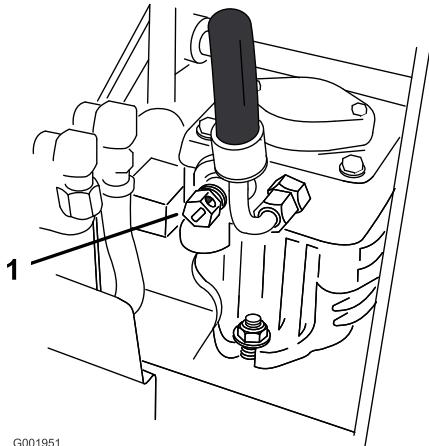

図 24
- 両方のポンプについているバイパス・バルブを左に1~2回転させて開く。これでポンプ内部の油圧回路がバイパスされ、車輪が自由に回るようになる（図 24）。